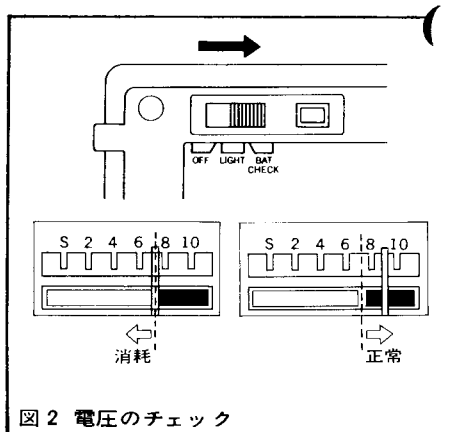

図 2 電圧のチェック
- ① ランプ、バッテリーチェック切換スイッチ ⑱ を BATT/CHECK の所にします。
- ② 電源スイッチ (POWER/VOL) を、時計方向へ回して ON にします。照明用ランプが点灯し、メーターは電源電圧を指示します。
- ③ メーター指示が図 2 (消耗) の場合は、電池の容量が不足し、消耗していますから、UM-3 型マンガン又はアルカリ電池の場合は交換し充電用ニッカド電池であれば充電してください。